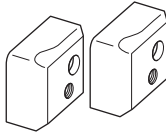

Fig. 57
4. Cutter (Fig. 57)(Code No. 319706)